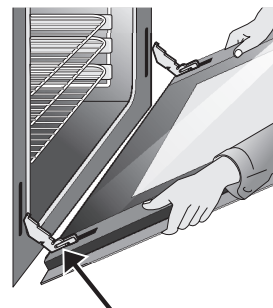

Figure 10: Retirez soigneusement la porte en tenant les deux côtés et en tirant les charnières hors du cadre de la porte
3. Tenez fermement les deux côtés de la porte du four (n'utilisez pas la poignée de la porte). (Figure 10).
4. Avant de terminer cette étape, soyez prêt à soutenir le poids entier de la porte du four tout en la saisissant par les côtés avec les deux mains. Tenez les côtés de la porte du four par le milieu. Fermez la porte du four à environ 4 po. du cadre de la porte. La porte du four doit se dégager elle-même du cadre. (Figure 10).
2. Positionnez l'angle de la porte par rapport à l'angle de retrait de la porte et, avec précaution, insérez complètement et uniformément les bras de charnières de la porte dans les nervures des charnières de la porte. Libérez-vous prudemment du poids de la porte de manière à ce que le four soutienne la porte. (Figure 10).